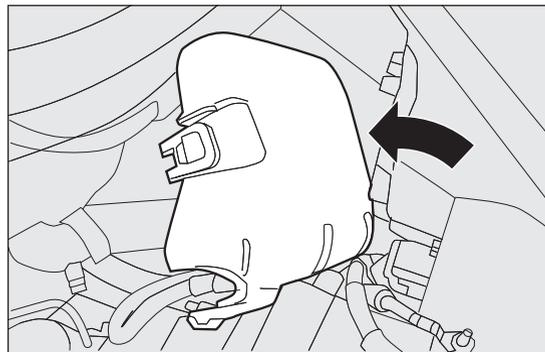

fig. 160
- de esta manera se tiene acceso a la centralita de fusibles fig. 160.